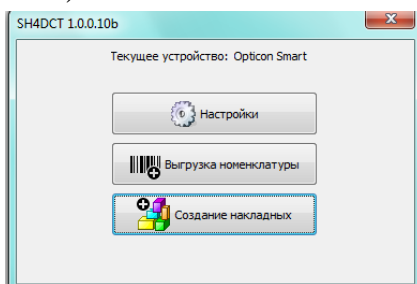

Рис. 452
3. Выбрать пункт «Создание накладных» (см. Рис. 452).